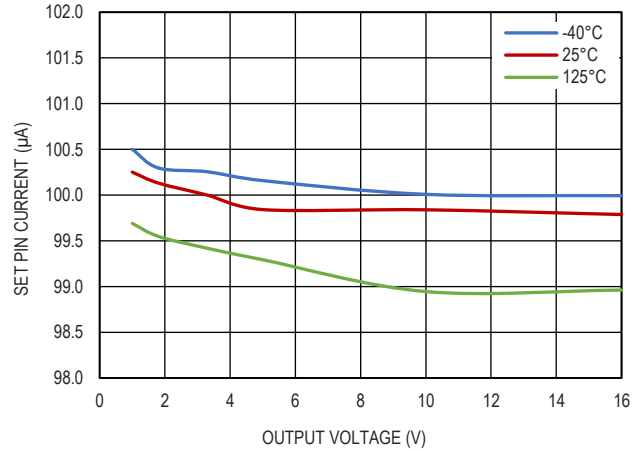

图 9. SET pin 电流和输出电压的关系
VI OC 引脚用于控制前级开关电源 (例如降压、升压、降压-升压等), 无论 LDO 的输出电压如何, 都能保持 GM12051-1 两端的恒定电压, 以实现效率最大化的同时又保持 PSRR 的性能。VI OC 引脚是快速单位增益放大器的输出, 用于测量 IN 和 OUT 之间的差值或 1.5V, 以较高者为准。如图 9 所示, VI OC 特性简单易用。只需将 VI OC 引脚连接到前级开关电源的反馈 (FB) 引脚, 就可调节 GM12051-1 的输入输出差分分到开关电源的反馈电压。并联多个 GM12051-1 时, 将其中一个 GM12051-1 的 VI OC 引脚连接到上游开关转换器的反馈引脚, 悬浮剩余 VI OC 引脚即可。